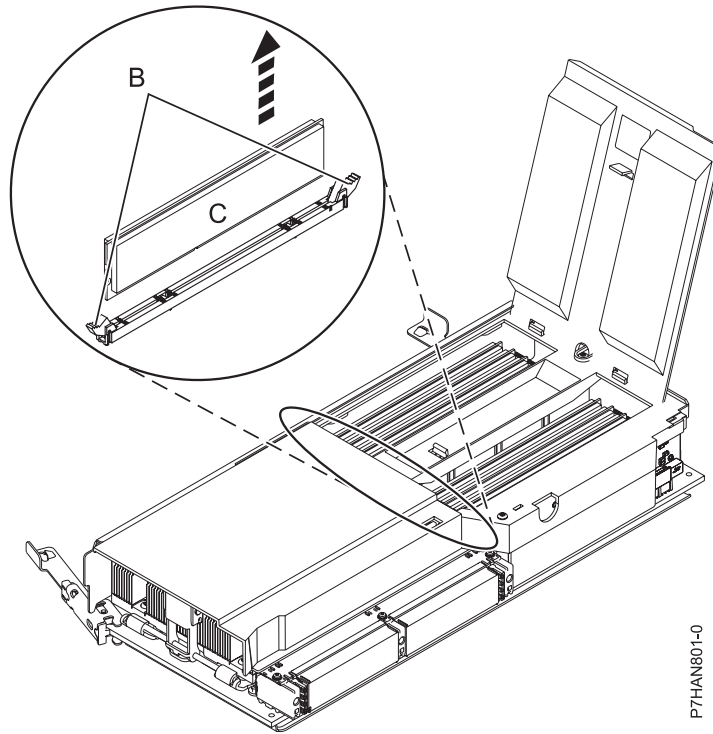

Figura 5. Removendo um módulo de memória
11. Destrave o módulo de memória empurrando as presilhas de travamento (**B**) para fora e para baixo, conforme mostrado em Figura 5 na página 8. Levante o módulo de memória (**C**) para fora do conector. A ação de alavanca das guias força o módulo de memória para fora do conector.